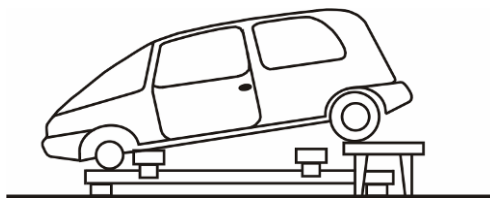

Рисунок 13
8.9. Уберите из под колеса трапик, опустите раму и уберите подкатной домкрат (Рисунок 13).